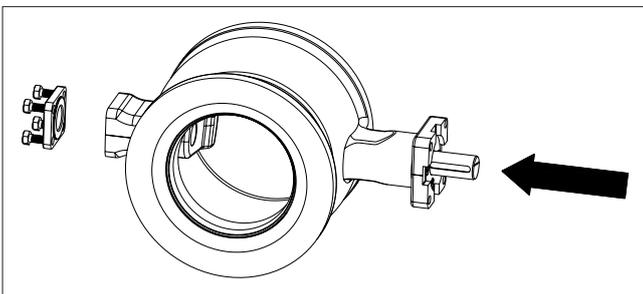

Fig. 21 Détachement de la bride pleine
- Dans les tailles DN 65 à 100 (mais pas les versions à bas Cv), détacher la bride (10) et faire complètement reculer le segment. Cf. figure 21.